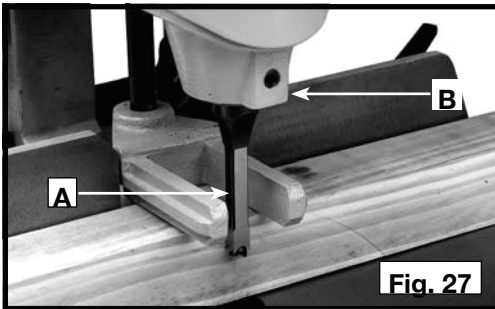

Fig. 27
Puede ajustar el cincel (A) Fig. 27 paralelo a la pieza de trabajo aflojando el tornillo (B) y girando el cincel hasta que su superficie posterior toque la pieza de trabajo. Fije el tornillo (B).
La columna (A), Fig. 27 se puede girar 180 grados para cortes especiales. Para girar la columna, quite los cuatro tornillos, dos de los cuales se muestran en (B), gire la columna (A) 180 grados y vuelva a colocar los cuatro tornillos (B).